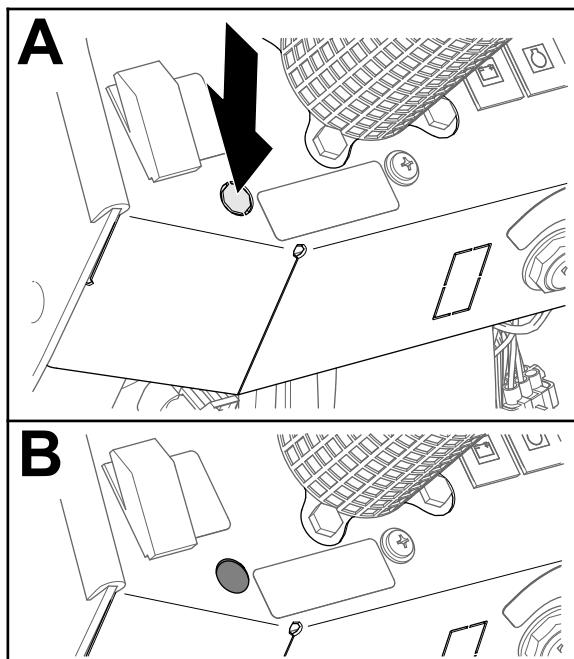

Figura 24
1. Retire a tampa extraível redonda do painel de instrumentos como se mostra na Figura 24.